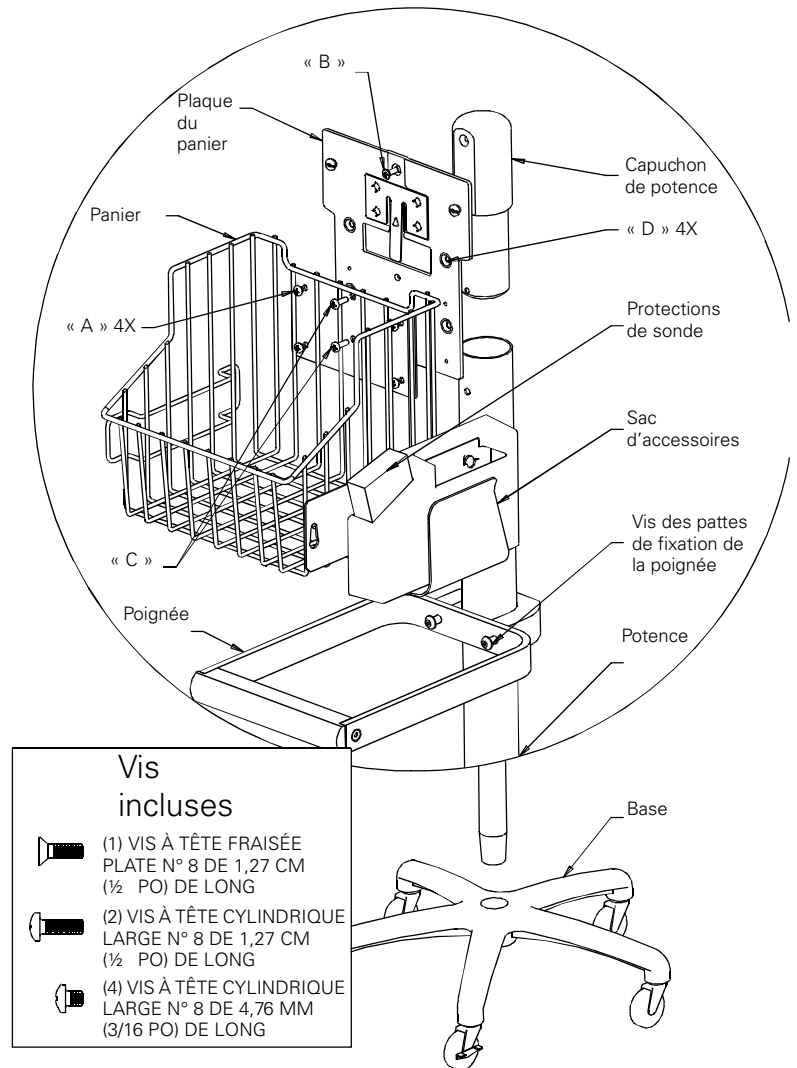

FIGURE 1
(Consulter la Figure 1 pour comprendre les instructions suivantes)
8. Pour le modèle n° 5200-60 seulement, attacher le SAC D'ACCESSOIRES en l'orientant comme montré dans la Figure 1 et en l'introduisant dans la plaque latérale du PANIER et en le poussant vers le haut. Ceci verrouillera le SAC D'ACCESSOIRES sur le PANIER.